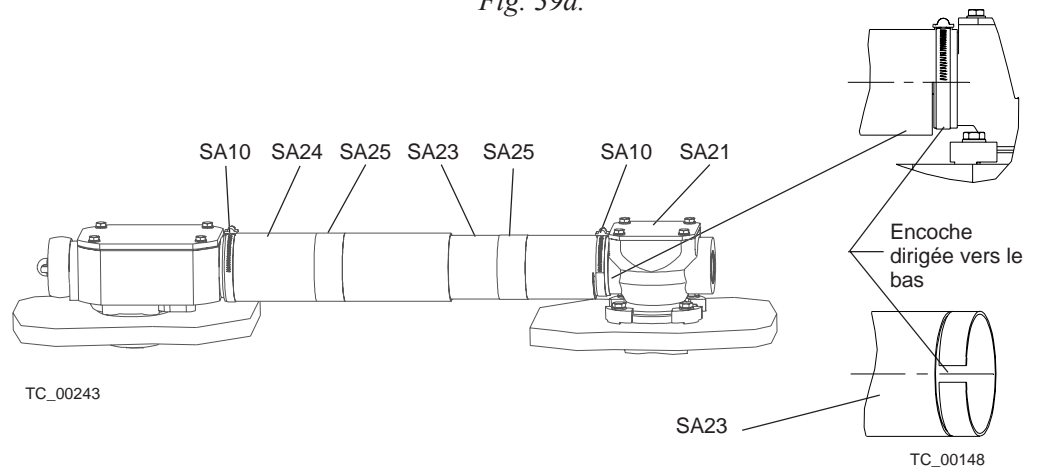

Fig. 39e.
8. Introduire les deux tubes protecteurs sur les engrenages coniques; les fixer à l'aide de colliers de serrage SA10 (voir fig. 39e).